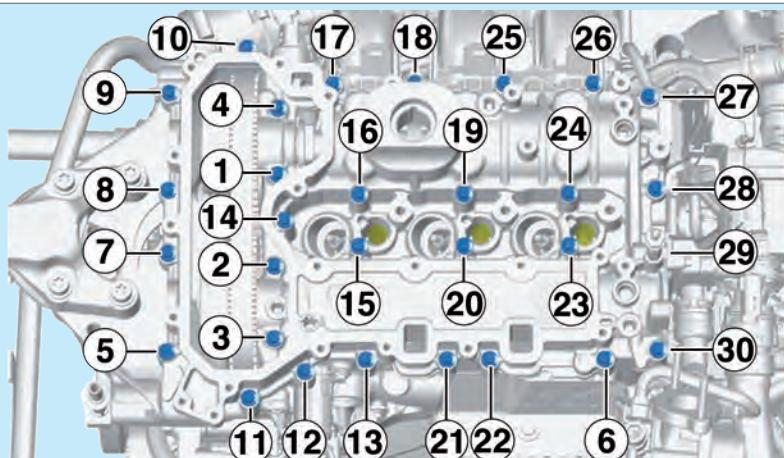

Fig.4
- Respecter l'ordre de serrage (Fig.4).